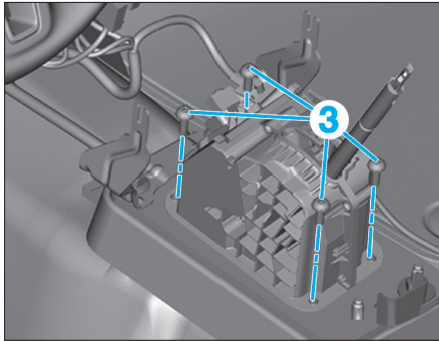

Fig. 27
- Déposer les vis (3) (Fig.27).